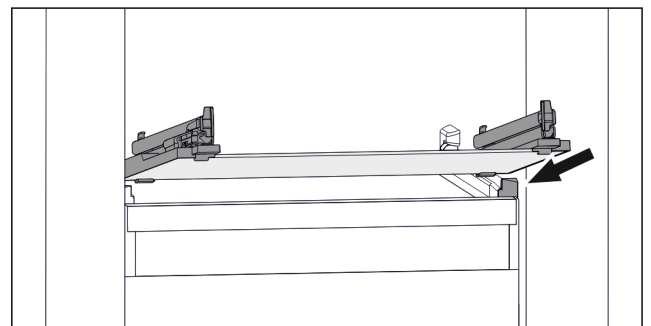

Fig. 95 Beispielhafte Darstellung der Glasplatte
- ▶ Glasplatte schräg hinter den Stoppere aufsetzen. (zie Fig. 95)